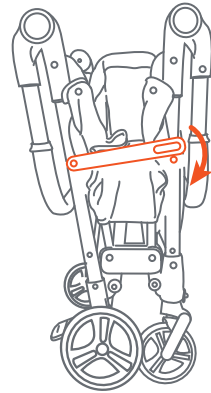

Fig. 18c
- Push the sides of the wagon together (Fig. 18b) and engage the fold latch (Fig. 18c).
- Junte los lados del vagón (Fig. 18b) y enganche el pestillo plegable (Fig. 18c).